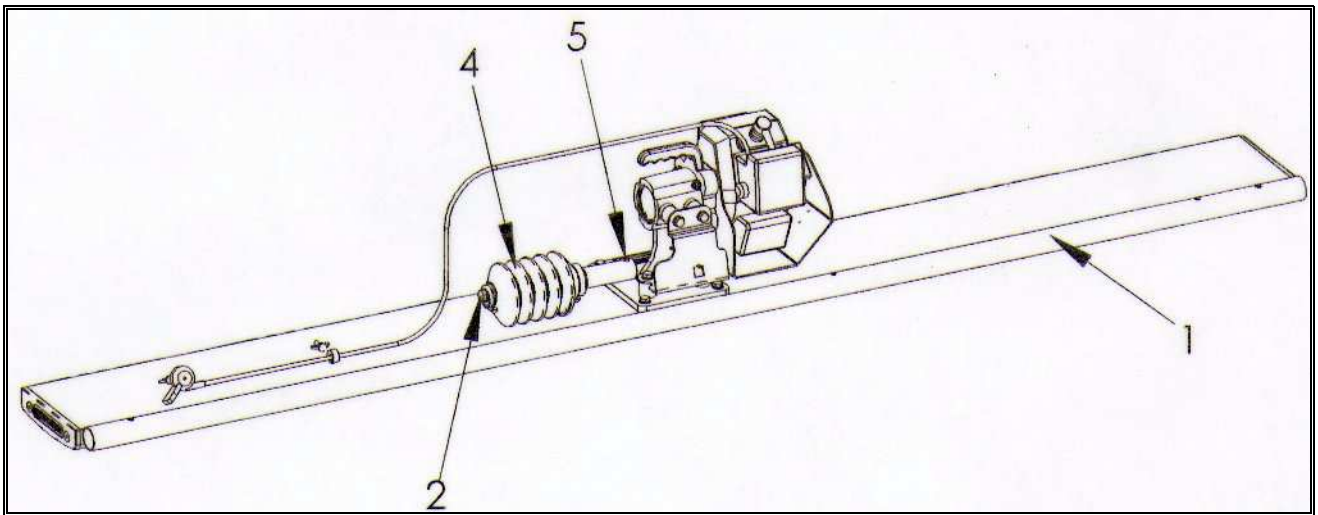

Fig.: 1.7-1
- 1.- Desceller le bras prolongeur **Pos. 1** et le commande d'articulation **Pos. 4** qui sont attachés avec le règle. (Voir Fig. 1.7-1)